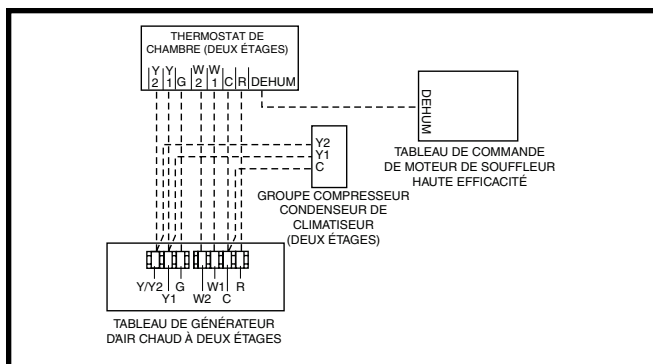

Figure 22. Configuration de câblage 3
- ✓ Vérifier que tous les fils de thermostat nécessaires sont bien branchés aux fils appropriés de la plaque à bornes de la carte à circuits imprimés. Consulter les Figure 20 (page 24), Figure 21 (page 24) et Figure 22 (page 25).
Les ordres de fonctionnement des modes de chauffage, de refroidissement et de ventilation sont décrits ci-dessous. Vérifier les schémas de câblage d'excitation et de câblage du générateur d'air chaud : Figure 19 \(page 24\), Figure 20 \(page 24\), Figure 21 \(page 24\), Figure 22 \(page 25\) et Figure 30 \(page 35\), Figure 31 \(page 36\), Figure 32 \(page 37\) et Figure 33 \(page 38\).